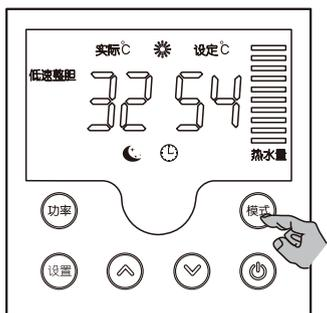

图 8
- ◆ 按“模式”键选择峰谷运行模式, “峰谷+定时”图标点亮。如图 8 所示。热水器进入“峰谷+定时”模式, 只在“峰谷+定时”时段内运行, 在“峰谷+定时”时段外处于待机状态。